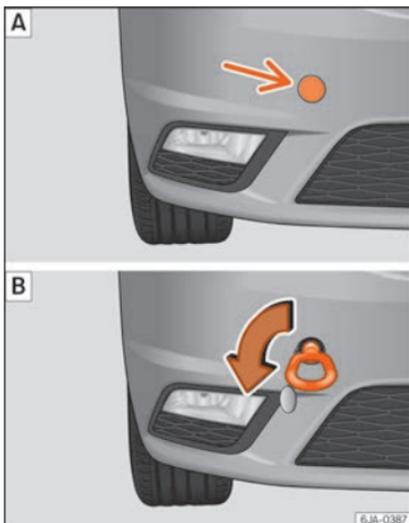

Abb. 85 Vorderer Stoßfänger: Abdeckung/ Einbau der Abschleppöse
- Drücken Sie auf den linken Teil der Abdeckung im Bereich des Pfeils »» **Abb. 85** [A].
- Schrauben Sie die Abschleppöse mit der Hand nach links bis zum Anschlag ein »» **Abb. 85** [B].